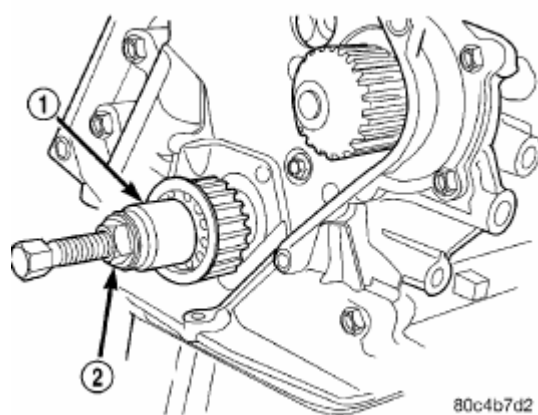
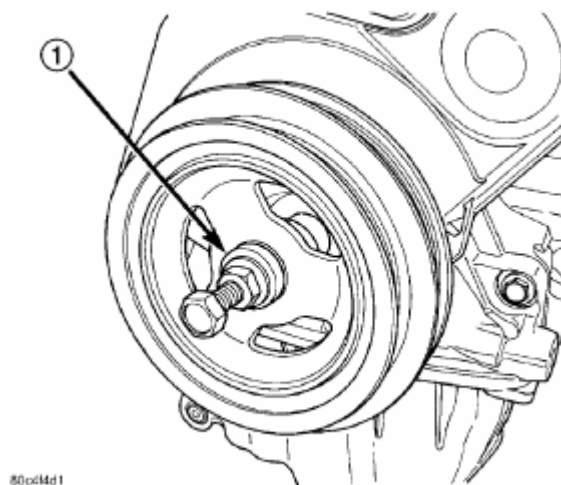

Рис. 55. Установка звездочки коленчатого вала.
Рис. 56. Гаситель вибрации коленчатого вала – типовая установка.
(3) Установить звездочку коленчатого вала при помощи спец.приспособления 6792 (Рис. 55).
(4) Установить ремень ГРМ
(5) Установить гаситель вибрации коленчатого вала (Рис.56).